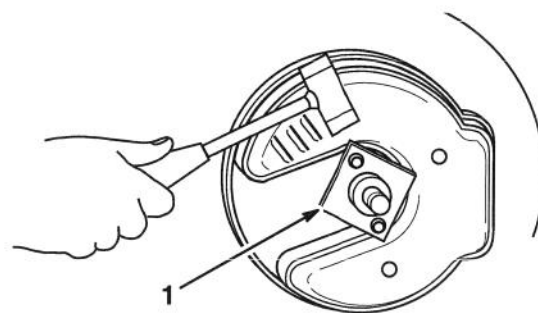

Figure 32
5. Retirer la plaque d'entraînement de la lame en frappant avec un marteau en plastique ou en fibre dans le sens de la rotation (Fig. 32) pour la déloger de la partie conique du vilebrequin.